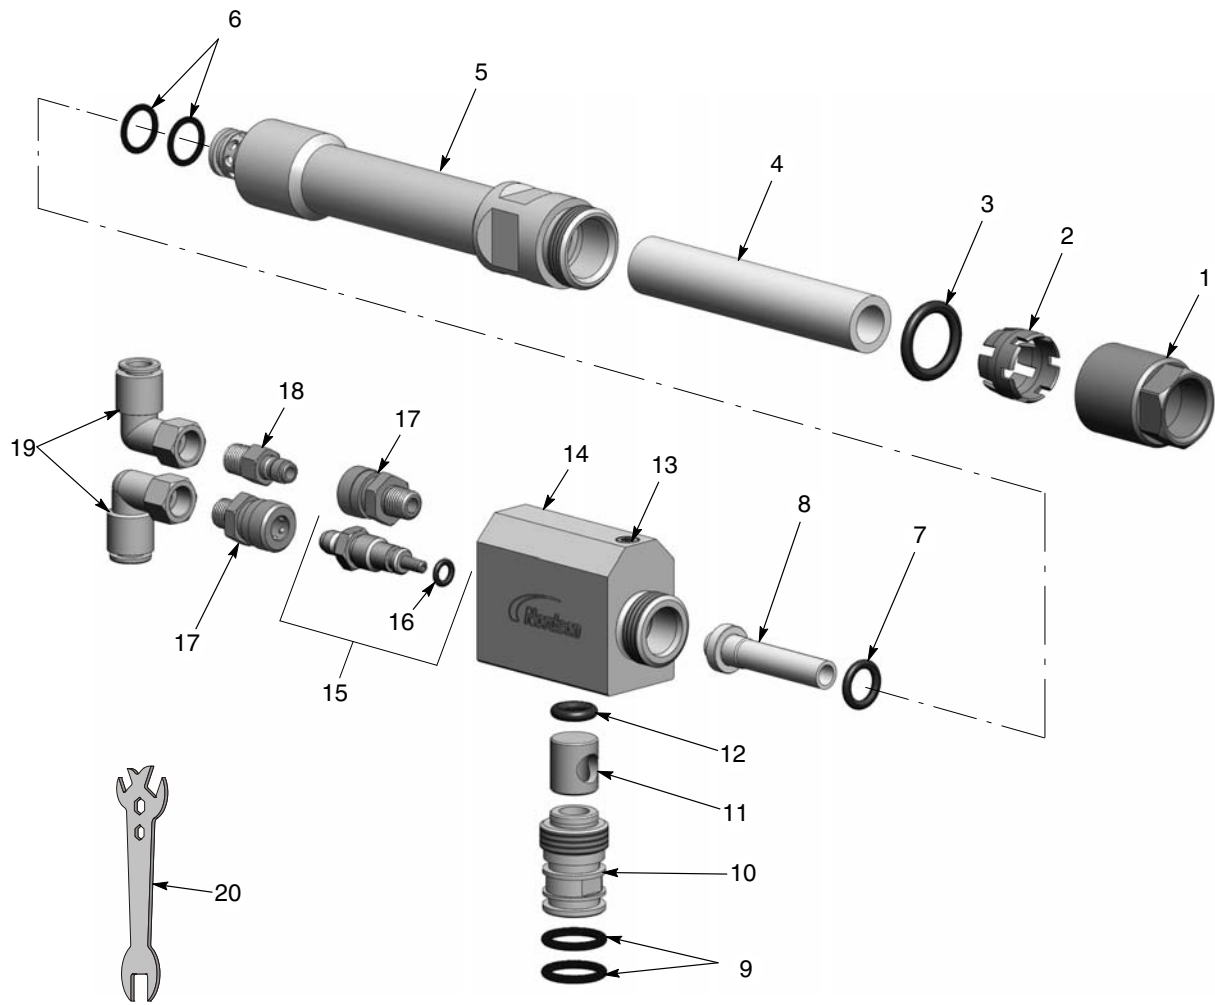

Figura 3 Pezzi della pompa
1. Vedi figura 3. Svitare il dado (1) ed estrarre il tubo della polvere dal porta strozzatura (5).
2. Svitare il porta strozzatura (5) dall'alloggiamento (14) con una chiave aperta da 25 mm.
3. Estrarre la strozzatura (8) dal porta strozzatura. Togliere l'o-ring (7) dalla strozzatura.
Vedi figura 3.